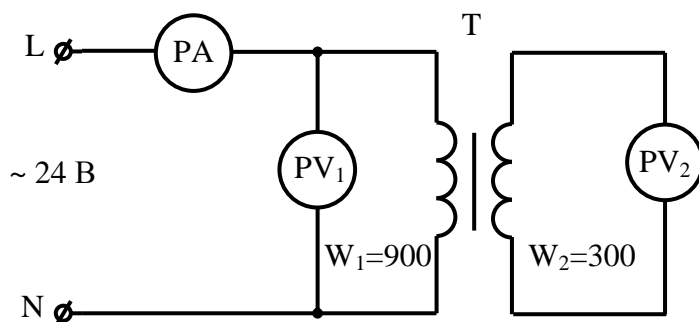

Рисунок 19.1 – Схема для определения потерь в стали
3. Рисунок 19.1 – Схема для определения потерь в стали.